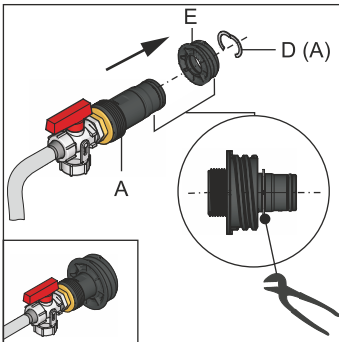

Fig. 9-3 Completar a ligação de enchimento KFE
- 1 Encaixar a ligação de enchimento KFE no elemento roscado (Fig. 9-3, pos. E) e fixá-la com a peça de aperto (Fig. 9-3, pos. D).